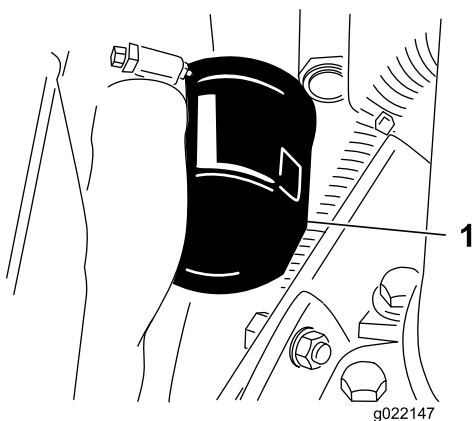

Figura 57
3. Retire el filtro de aceite (Figura 57).